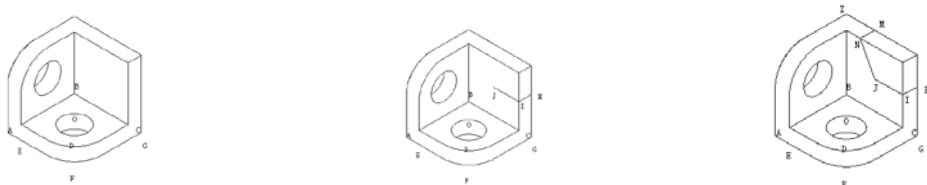

图 14.103 绘制后侧面的椭圆和圆角 图 14.104 绘制右侧立面 图 14.105 绘制直线
(8) 运用同样的方法绘制后侧面的椭圆和圆角, 效果如图 14.103 所示。